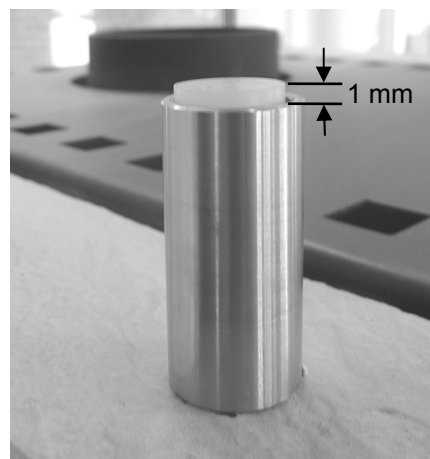

Abb. 12: Abstand Silikonstopfen Distanzhülse
5. Schrauben soweit eindrehen, bis die aufgesetzten Silikonstopfen etwa 1 mm über die Oberkante der Distanzhülse hinausragen (siehe Abb. 12).